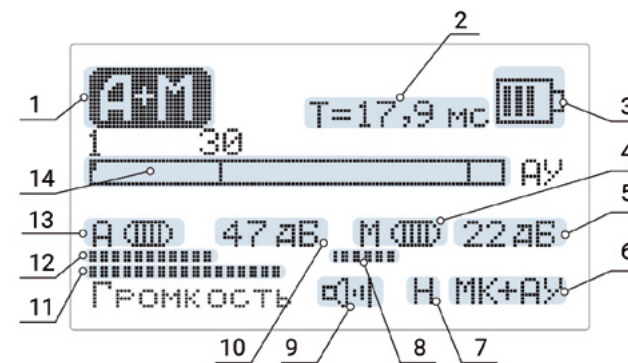

Рисунок 13 – Основной экран канала «А+М»
Перед переключением на канал «А+М» необходимо настроить частотные характеристики АК в режиме «АУ» (п. 4.8.2). Индивидуальная настройка частотных характеристик канала «АУ» может существенно ослабить влияние акустических помех при поиске МП. Основной экран канала «А+М» (рис. 13).
4.10.1 Линейная шкала текущего уровня сигнала (п. 14, рис. 13) разделена по горизонтали на две половины. Верхняя половина – уровень акустического сигнала. Нижняя половина – уровень магнитного сигнала. Мгновенный уровень сигнала отображается заполнением шкалы и вертикальной линией, фиксирующей максимум и существующий до прихода следующего импульса, но не более 3 секунд. Переключение шкал происходит автоматически при изменении усиления в магнитном или акустическом канале. Активной является шкала, в которой изменения усиления проводились последними. Графическое отображение уровня сигналов дублируется динамической индикацией числового значения уровня в течение примерно 0,2 секунды после достижения определенного уровня. Числовое значение дается в процентах от максимального допустимого сигнала.
4.10.3 Для корректной работы приемника в данном режиме необходимо установить такой уровень усиления в каналах «А» и «М», при котором происходит синхронная с импульсами ударного генератора индикация срабатывания пороговых устройств – заполнение овальных значков справа от знаков «А» и «М» (п. 4 и п. 13, рис. 13). Это будет происходить при уровне сигналов порядка 90 % от максимума. Установленный уровень сигналов должен поддерживаться неизменным на каждом шаге при продвижении по трассе поиска. Выполнение этого условия обеспечит достоверную оценку ключевого параметра режима «А+М» – задержки распространения акустического сигнала (п. 2, рис. 13).
4.10.6.4 Строка меню «Выход на ТЛФ». Выбранный канал («АУ», «МК» или «АУ+МК») подключается для прослушивания к телефонам. В основном экране символ выбранного канала отображается в правом нижнем углу (п. 6, рис. 13).